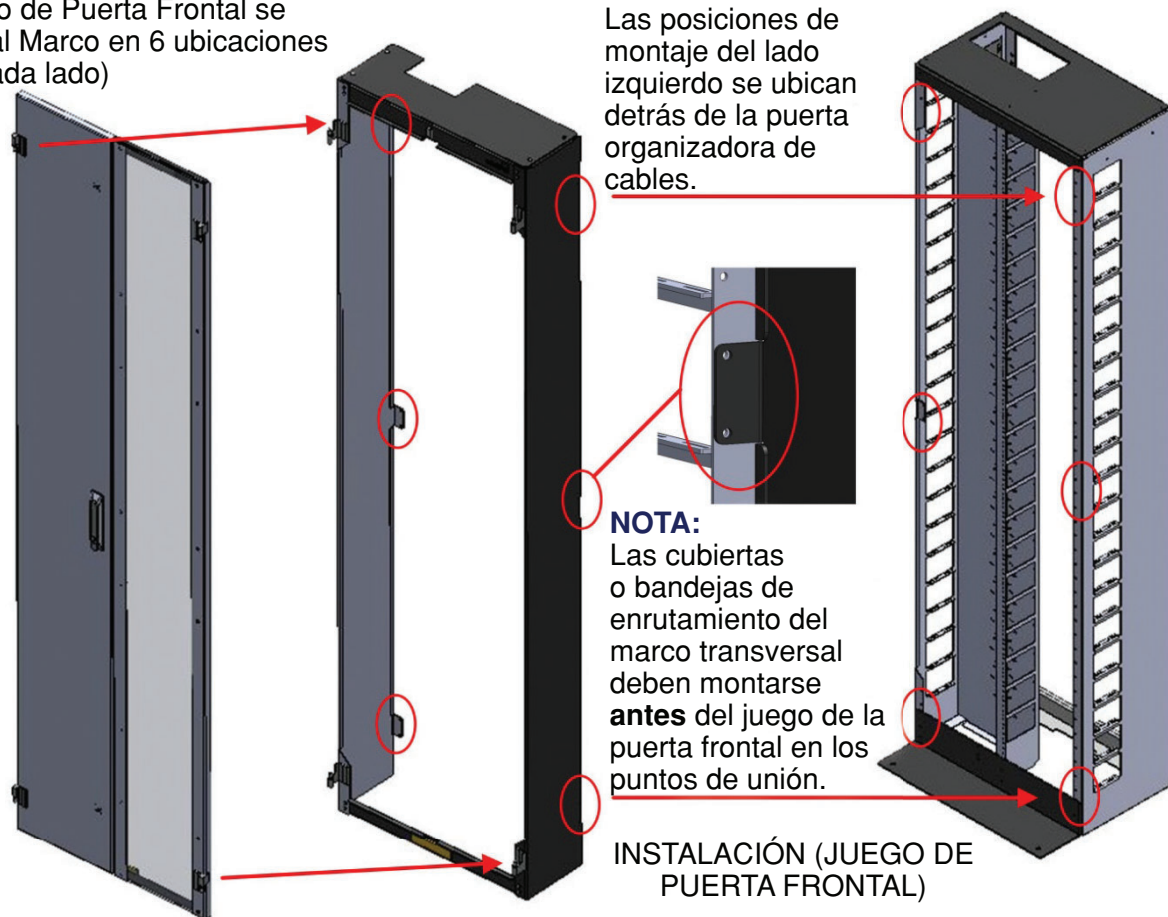

Figura 33
- 8.5 Monte el Juego Frontal al Marco HDF 3168 usando los tornillos #12/24 suministrados (2 en cada una de 3 ubicaciones: superior, central e inferior del lado izquierdo del marco y en las posiciones 0, 10 y 21 de la cubierta del lado derecho del marco) como indica la Figura 33.
- 8.7 Coloque las puertas derecha e izquierda en los postes de bisagra de la puerta (Figura 33).